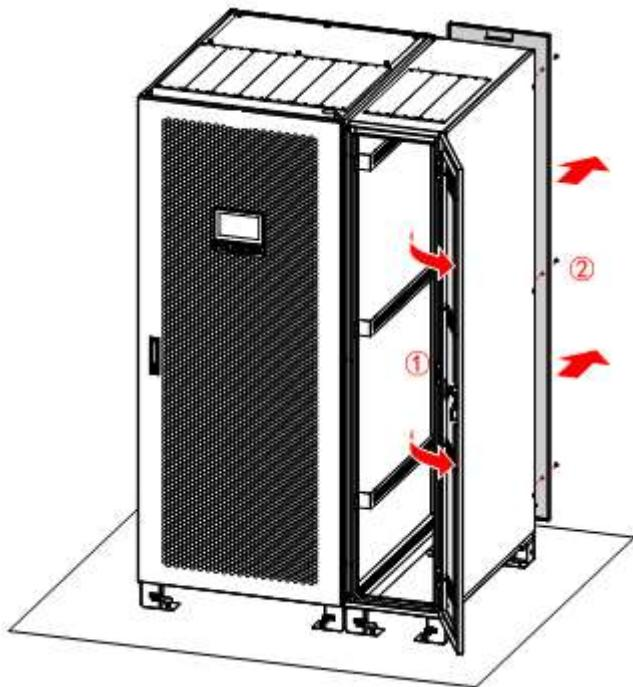

Рисунок 3-20. Открытая передняя дверь и снятая задняя стенка секции нижнего подвода кабеля
**Шаг 3** Откройте переднюю дверь и затем снимите заднюю стенку секции нижнего подвода кабеля, см. рис. 3-20.